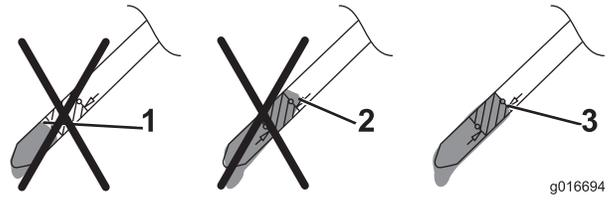

Figure 7
- Si le niveau n'atteint est trop bas, versez **lentement** une petite quantité d'huile dans le goulot de remplissage, attendez 3 minutes puis répétez les opérations 3 à 5 jusqu'à ce que le niveau d'huile soit correct sur la jauge, comme montré à la Figure 7.